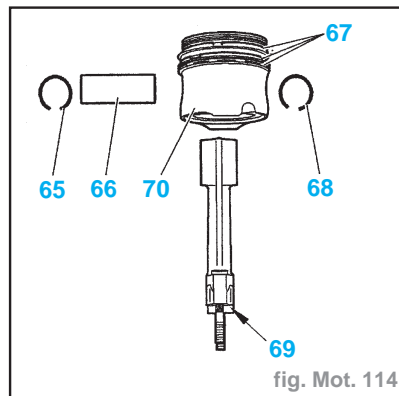

fig. Mot. 114
- Déposer (fig. Mot. 114) :
- le jonc (65)
- l'axe (66)
- le jonc (68)
- le piston (70)
- les segments (67)
- les demi-coussinets (69)